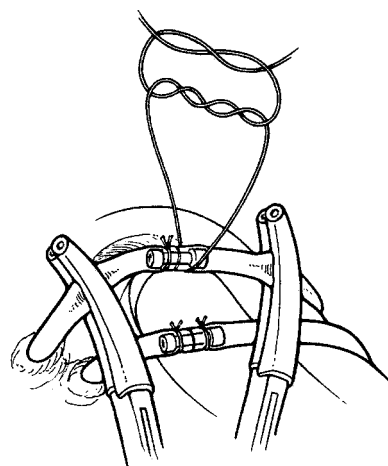

Figura 4-23. Connettore per sutura
5. Usare un nodo chirurgico a doppio intreccio, seguito da un minimo di due nodi semplici per attaccare i tubi al connettore (**Figura 4-23**).